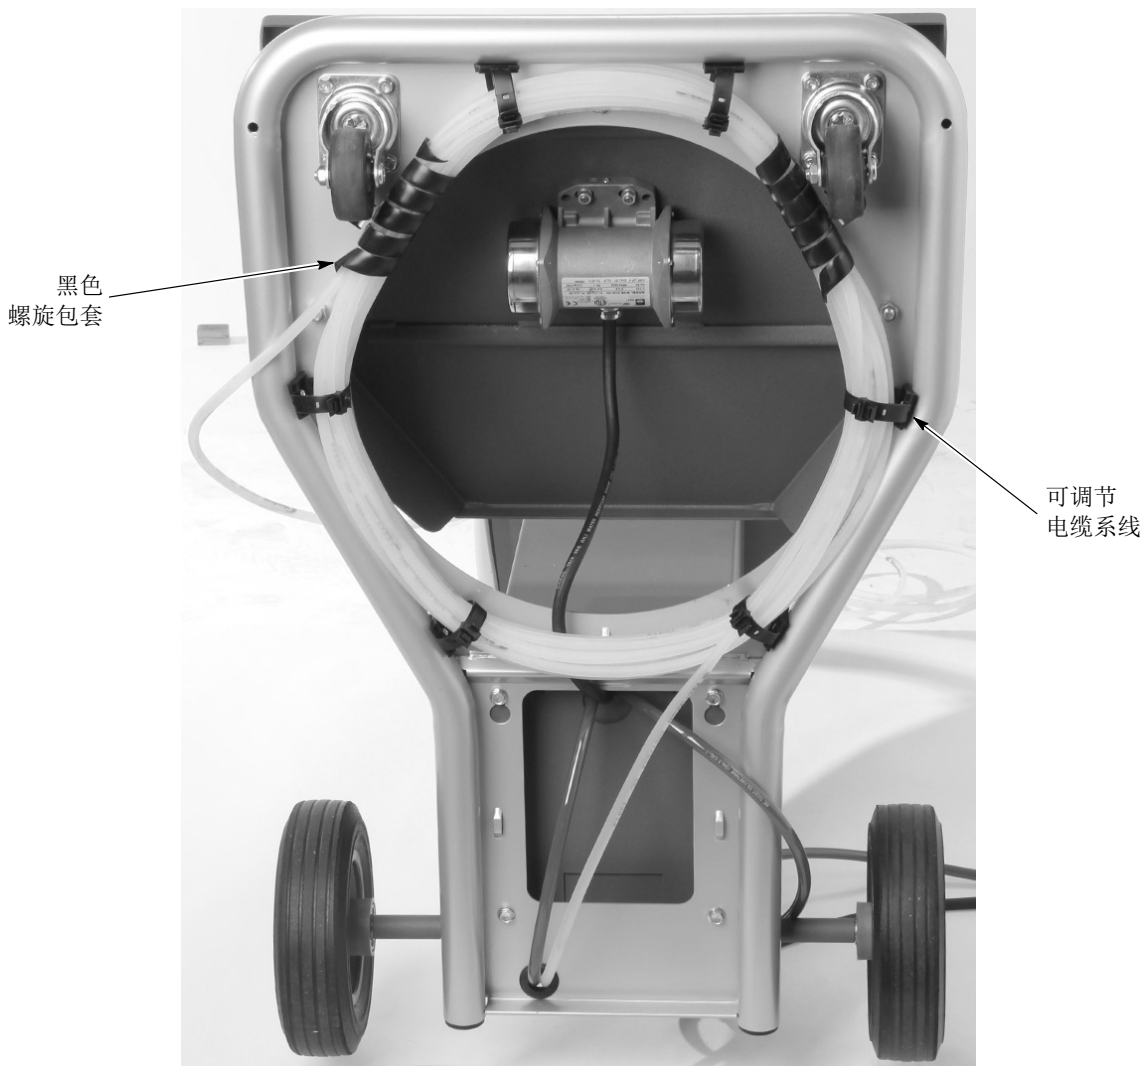

图 3 - 9 绑定管（随移动系统一同显示）
**注意：** 详见图3 - 9。最小粉末胶管长度为60英尺。